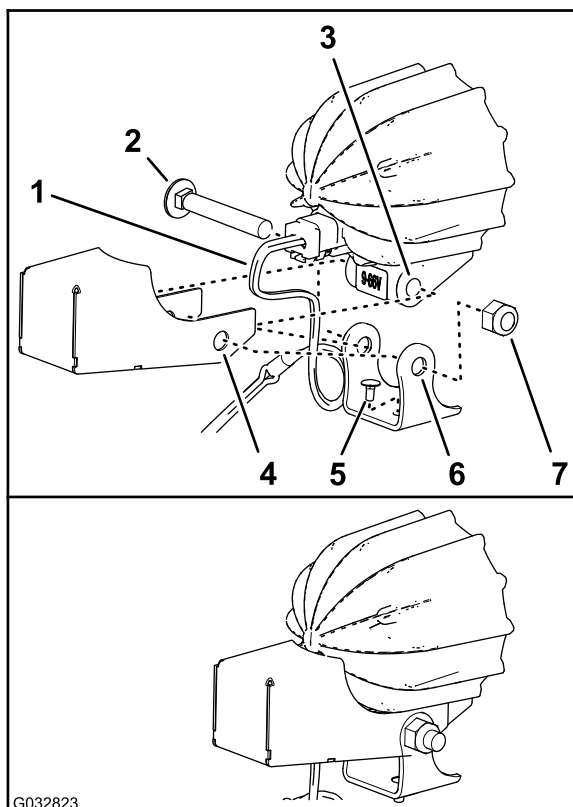

图8
3. 如果已安装，拆下把安装支架固定到 LED 灯架上的长车驾螺栓和螺母（图8）。
4. 如 图8 所示，确保短车驾螺栓是通过安装支架底部的孔安装。
5. 如 图8 所示，将护罩和安装支架上的孔与 LED 灯架的孔对准。
6. 使用车驾螺栓和螺母将护罩和安装支架安装到 LED 灯架上（图8）。